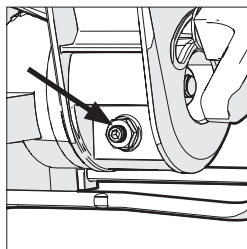

Fig. 10
- Afloje la contratuercas del tornillo de ajuste del ángulo de bisel con una llave de 10 mm y una llave hexagonal de 3 mm (no suministradas) (Fig. 10).